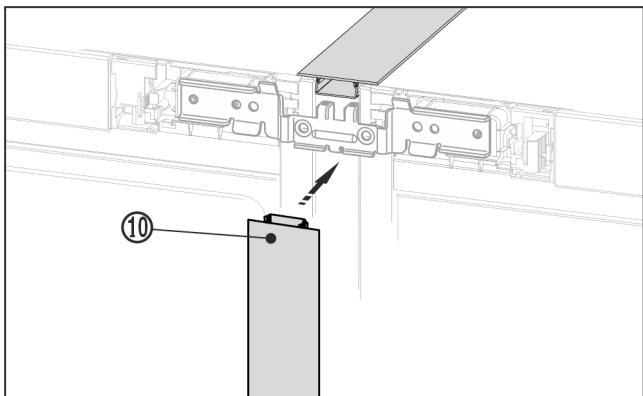

Fig. 24
- ▶ Auf der Vorderseite die lange Abdeckleiste Fig. 24 (10) in den vertikalen Spalt drücken. Darauf achten, dass die Leiste auf dem Verbindungsblech aufsteht.